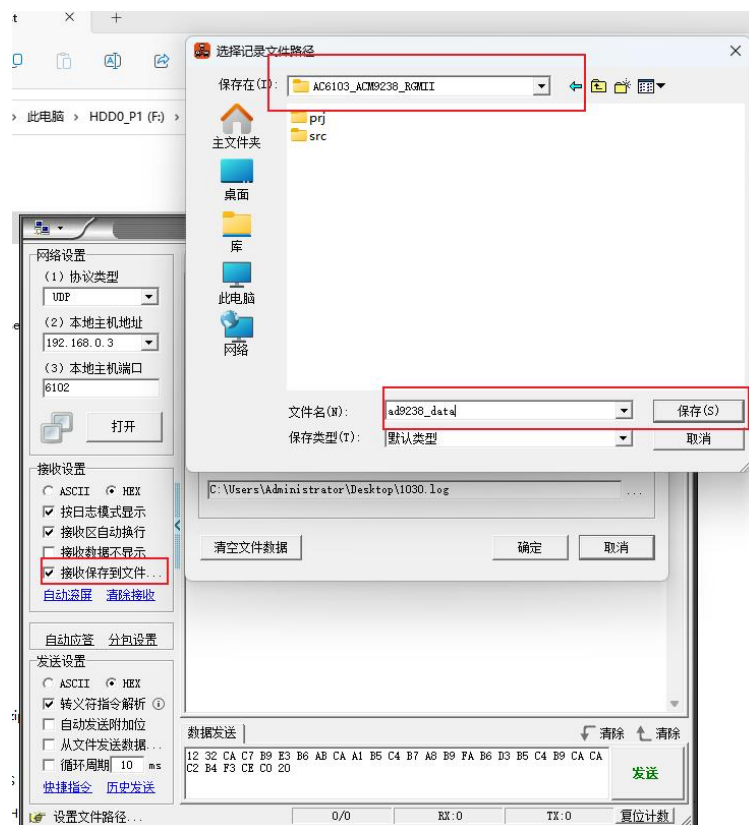

图 1-20 设置保存文件路径和文件名
- 6、点击“接收保存到文件”这几个字，在弹出的界面中设置文件路径、文件名称，如下图 1-20 示。这样在数据接收完成之后会保存一个数据文件。方便后面进行分析。